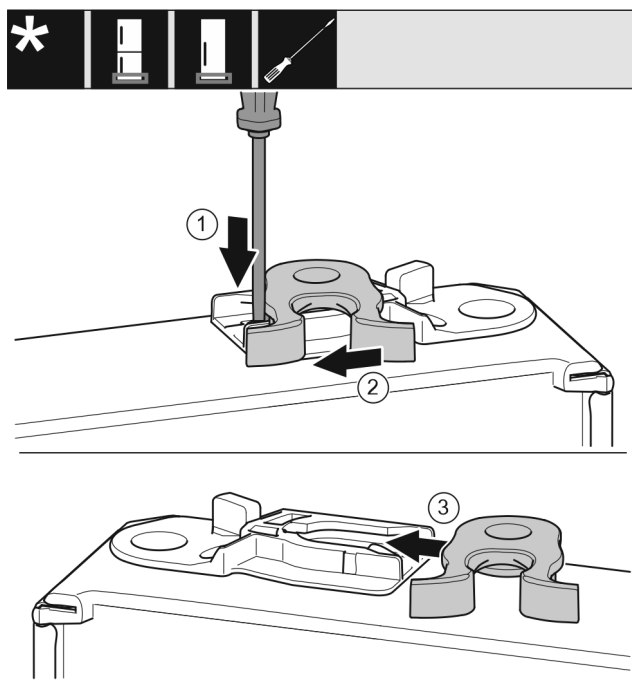

Fig. 50 *
- Plochým šroubovákem přitlačte lamelu Fig. 50 (1) dolů.*
- Vytáhněte petlici Fig. 50 (2) z vedení.*
- Petlici Fig. 50 (3) zasuňte do vedení na druhé straně.*